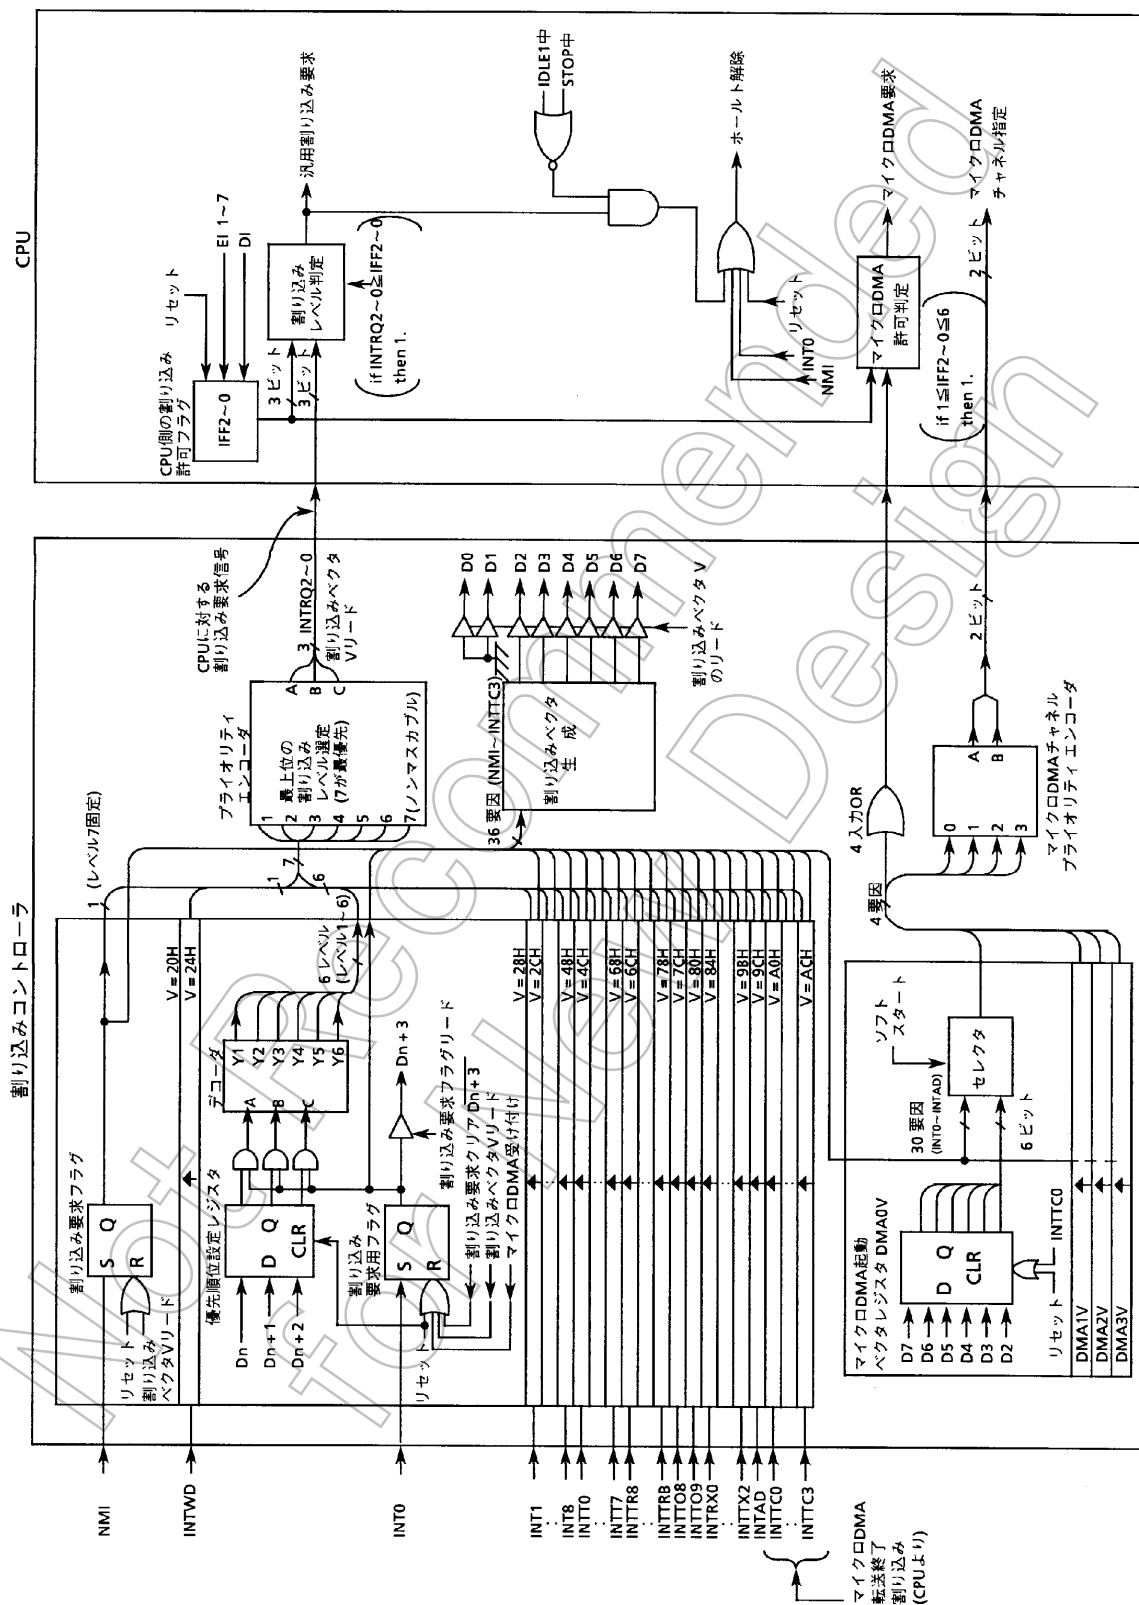

図3.3 (4) 割り込みコントローラ ブロック図
(2) 割り込み優先順位設定レジスタ
図3.3 (5) に、割り込み優先順位設定レジスタを示します。34本の割り込みチャンネル (INT0~AD、INTTC0~3) ごとに、割り込み要求レベル設定ビット <IxxM2:0> を備えています。割り込み要求を発生できる割り込みレベルは、“1” から “6” までの 6 レベルです。書き込む優先順位レベルを “0” (または “7”) にすることにより、該当する割り込み要求は禁止されます。なお、ノンマスカブル割り込み (NMI 端子入力) の優先順位レベルは、“7” に固定されています。また、同時に同一レベルの割り込み要求が発生した場合には、デフォルトプライオリティに従い、割り込みを受け付けます。